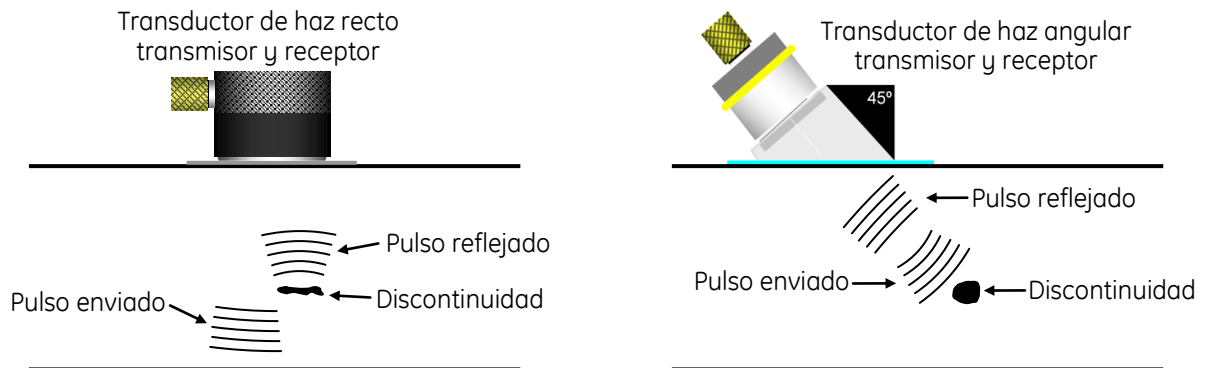

Figura No. 63: Modo de inspección Pulso—eco
- a. **Pulso—eco:** Es usado un solo transductor que realiza la función de enviar y recibir el pulso ultrasónico (el mismo transductor actúa como transmisor y receptor), por lo que se requiere acceso a una sola superficie, la figura No. 63 ilustra este modo de inspección. El tipo de transductor que puede ser usado para realizar el examen ultrasónico es el de haz recto, de haz angular o de inmersión.